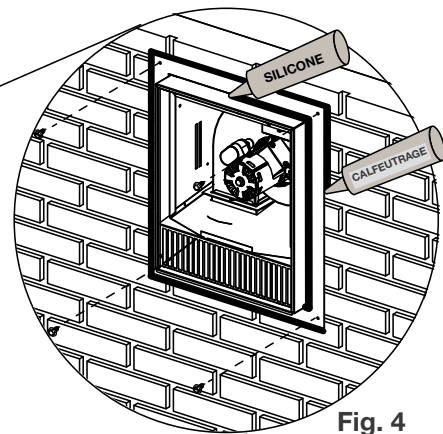

Fig. 4
- Appliquez du silicone sur le joint après l'installation, et calfeutrez ou scellez le solin mural de manière correcte pour le matériau de finition (**Fig. 4**).